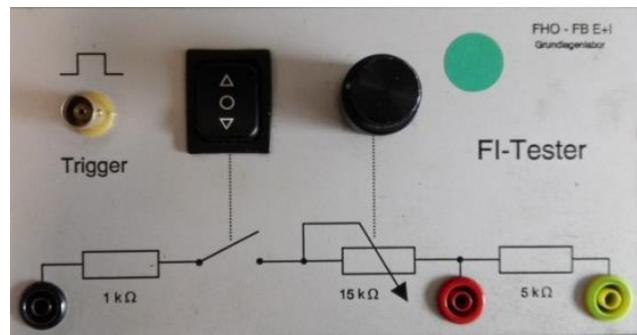

Bild 8: FI-Schutzschalter und FI-Tester
- (b) Skizzieren Sie eine Schaltung zur Bestimmung des Fehlerstromes des FI-Schutzschalters mit Hilfe des FI-Testers aus Bild 8 und Multimetern zur Strom- bzw. Spannungsmessung.